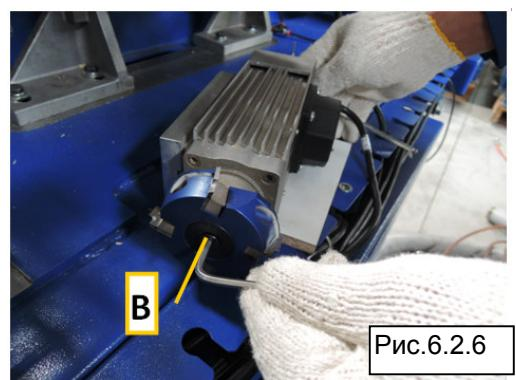

Рис.6.2.6
3. С помощью шестигранного ключа заблокируйте вал двигателя с его обратной стороны и, используя другой шестигранный ключ, ослабьте винт В (Рис. 6.2.6).